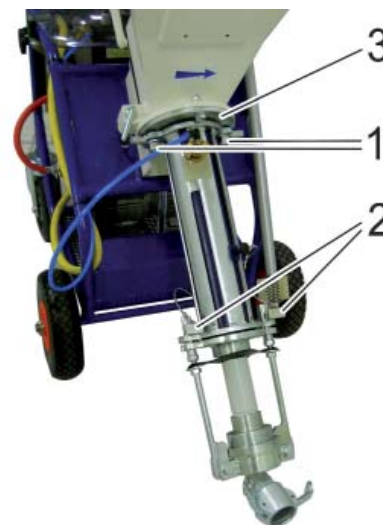

Рис. 7: Крепление смесительной трубы
- Открутите гайки крепления смесительной трубы к желобу для материала (рис. 7, поз. 1). Сохраните гайки и пружинные кольца.
- Откройте оба натяжных клина тяг (рис. 7, поз. 2) и извлеките шнековый насос с прикрученным валом подачи из смесительной трубы.